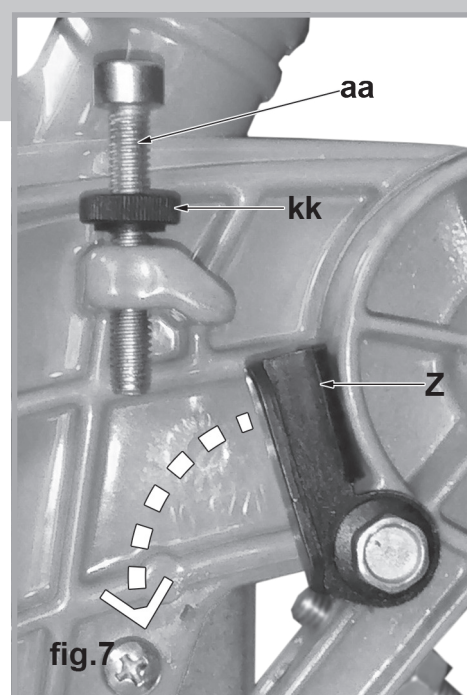

fig.7
1. Cette profondeur de gravure est mise en place lorsque la plaque d'arrêt de gravure (Z, fig 7 & 8) est sortie en la faisant pivoter sur son
articulation pour faire engager la vis de réglage de profondeur de gravure (aa, fig.7 & 8).
5. Serrer l'écrou de blocage moleté (kk, fig.7 et 8) sur la tige du boulon de réglage de profondeur de gravure pour bloquer votre réglage.